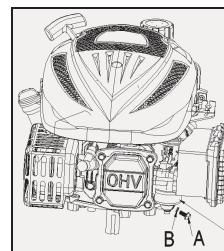
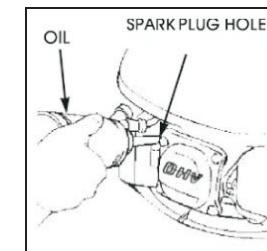

Fig. 13A
Fig. 13B
3. Après que tout le carburant a égoutté dans le récipient; Réinstallez le boulon de vidange et la rondelle. Serrez fermement le bouchon de vidange. (Voir la Fig. 13A/Fig.13B)